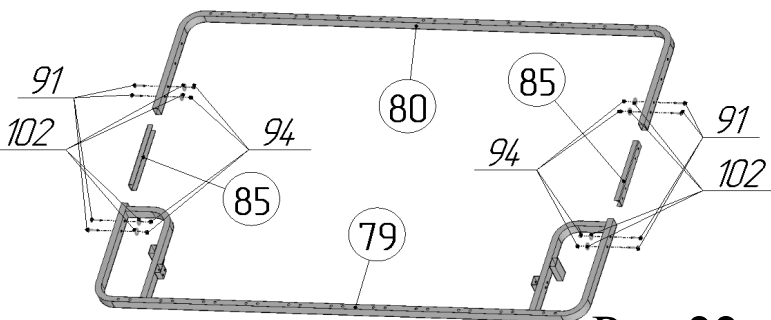

Рис.22
25. Соединить раму дивана переднюю поз.79 с рамой дивана задней поз.80 с помощью соединителей поз.85, винтов М6х30 поз. 91, шайб $\varnothing 6 \times 18$ стальных поз.102 и гаек М6 со стопорным кольцом поз. 94 (рис.22).